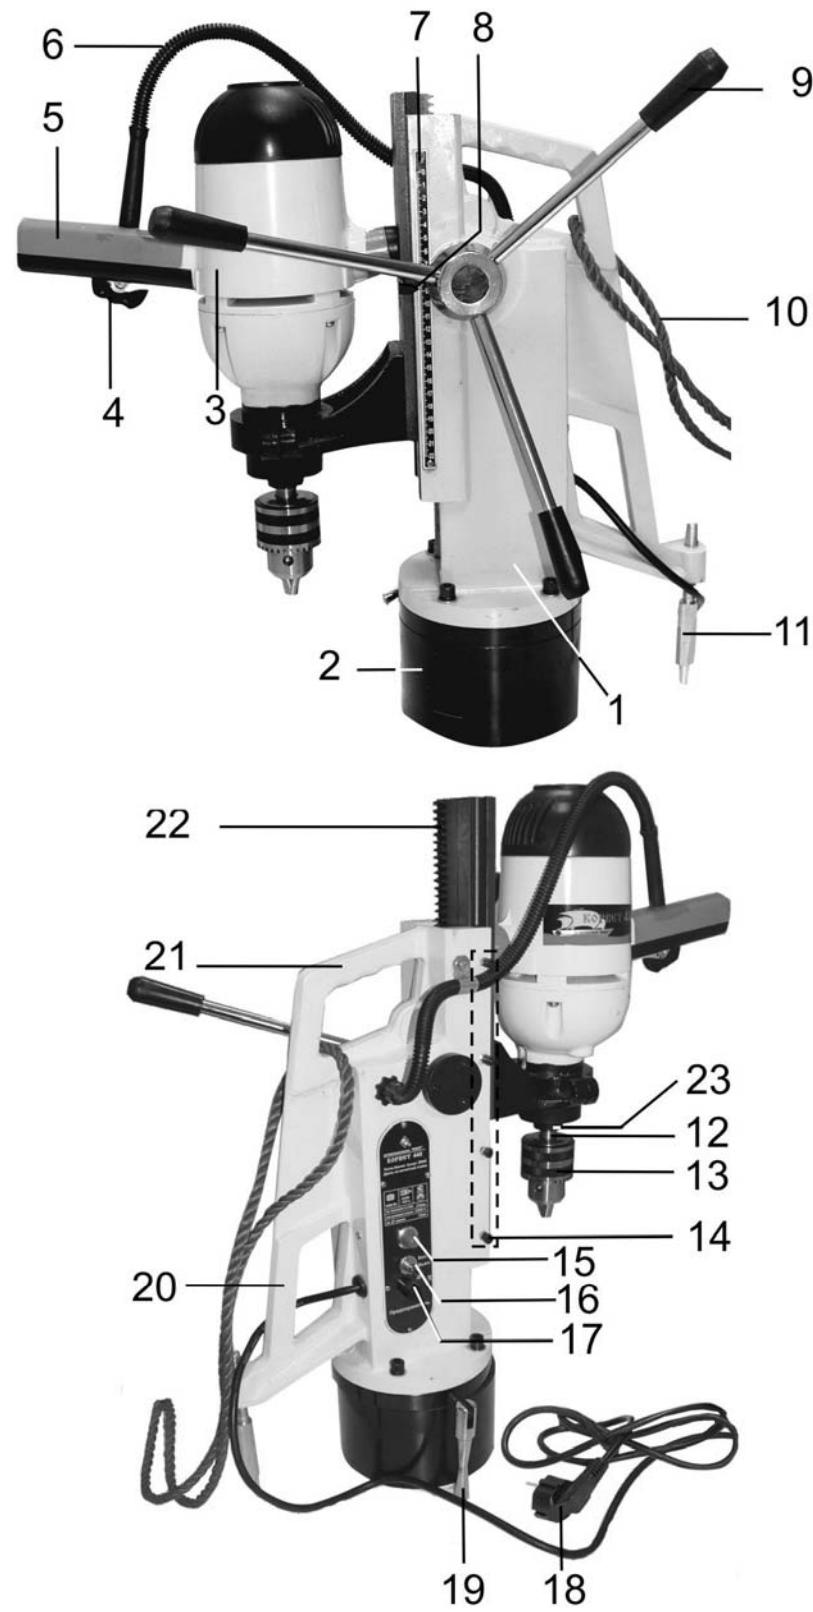

Рис. 2
## 7. УСТРОЙСТВО СТАНКА (Рис.2)
8.1. Установите станок на ровную устойчивую горизонтальную поверхность. Переносите станок за ручку (21) или (20), Рис.2. Обеспечьте устойчивое положение станка на горизонтальной поверхности вращением опоры (11), Рис.2. Опора (11), Рис.2, предотвращает опрокидывание станка «назад».
8.2. Вверните три ручки (9), как показано на Рис.2.
Закрепите сверлильный патрон (13) в сборе с дюрном (12) на шпинделе (23), Рис.2 (или сверло с коническим хвостовиком) легким ударом через деревянный бруск. Кулаки сверлильного патрона (13), Рис.2, при этом должны быть сведены. Протяните через ручку (21) или (20) страховочный трос (10), Рис.2.
## 9. ИНСТРУКЦИИ ПО ЭКСПЛУАТАЦИИ (Рис.2)
**Перед тем, как включить шнур питания (18) станка в розетку, убедитесь, что выключатель (4) и тумблер (16) находятся в выключенном положении, как показано на Рис.2.**
9.1.2. Перемещение сверлильной головки (3) по рейке (22) и осевое перемещение сверлильного патрона (13) с режущим инструментом задается вращением ручки (9), Рис.2.
9.1.3. Контроль и регулировка глубины сверления «глухих» отверстий производится с помощью шкалы (7) и указателя (8), Рис.2.
9.1.4. Плавность хода сверлильной головки (3) регулируется четырьмя винтами (14), Рис.2.
Если движение затруднено, ослабьте каждый винт (14) на  $\frac{1}{4}$  оборота и закрепите новое положение контргайками винтов (14), Рис.2.
9.1.5. Для установки угла поворота колонны (1) относительно магнитной подошвы (2) ослабьте рукоятку (19), Рис.2. Затем за ручку (5) поворачивайте колонну (1), Рис.2, до нужного положения. Закрепите новое положение колонны (1), затянув рукоятку (19), Рис.2.
9.1.6. Для снятия сверлильного патрона (13) из шпинделя (23) используется клин (27), Рис.4. Для этого, при извлеченном из розетки шнуре питания (18), Рис.2, совместите вращением шпинделя (23), Рис.4, паз в шпинделе с пазом (26), Рис.4, на сверлильной головке (3).
### 9.2. Монтаж и работа (Рис.2).